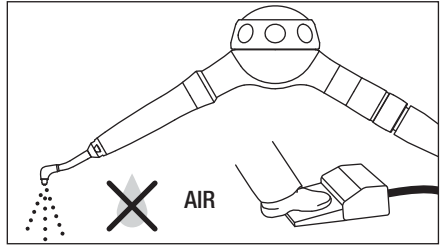

Figure 6
2) Effectuez la marche à vide en utilisant seulement l'air afin de rejeter la poudre restant à l'intérieur de la buse (figure 6).
3) Soufflez avec l'air la poudre restant dans le réservoir (figure 6).